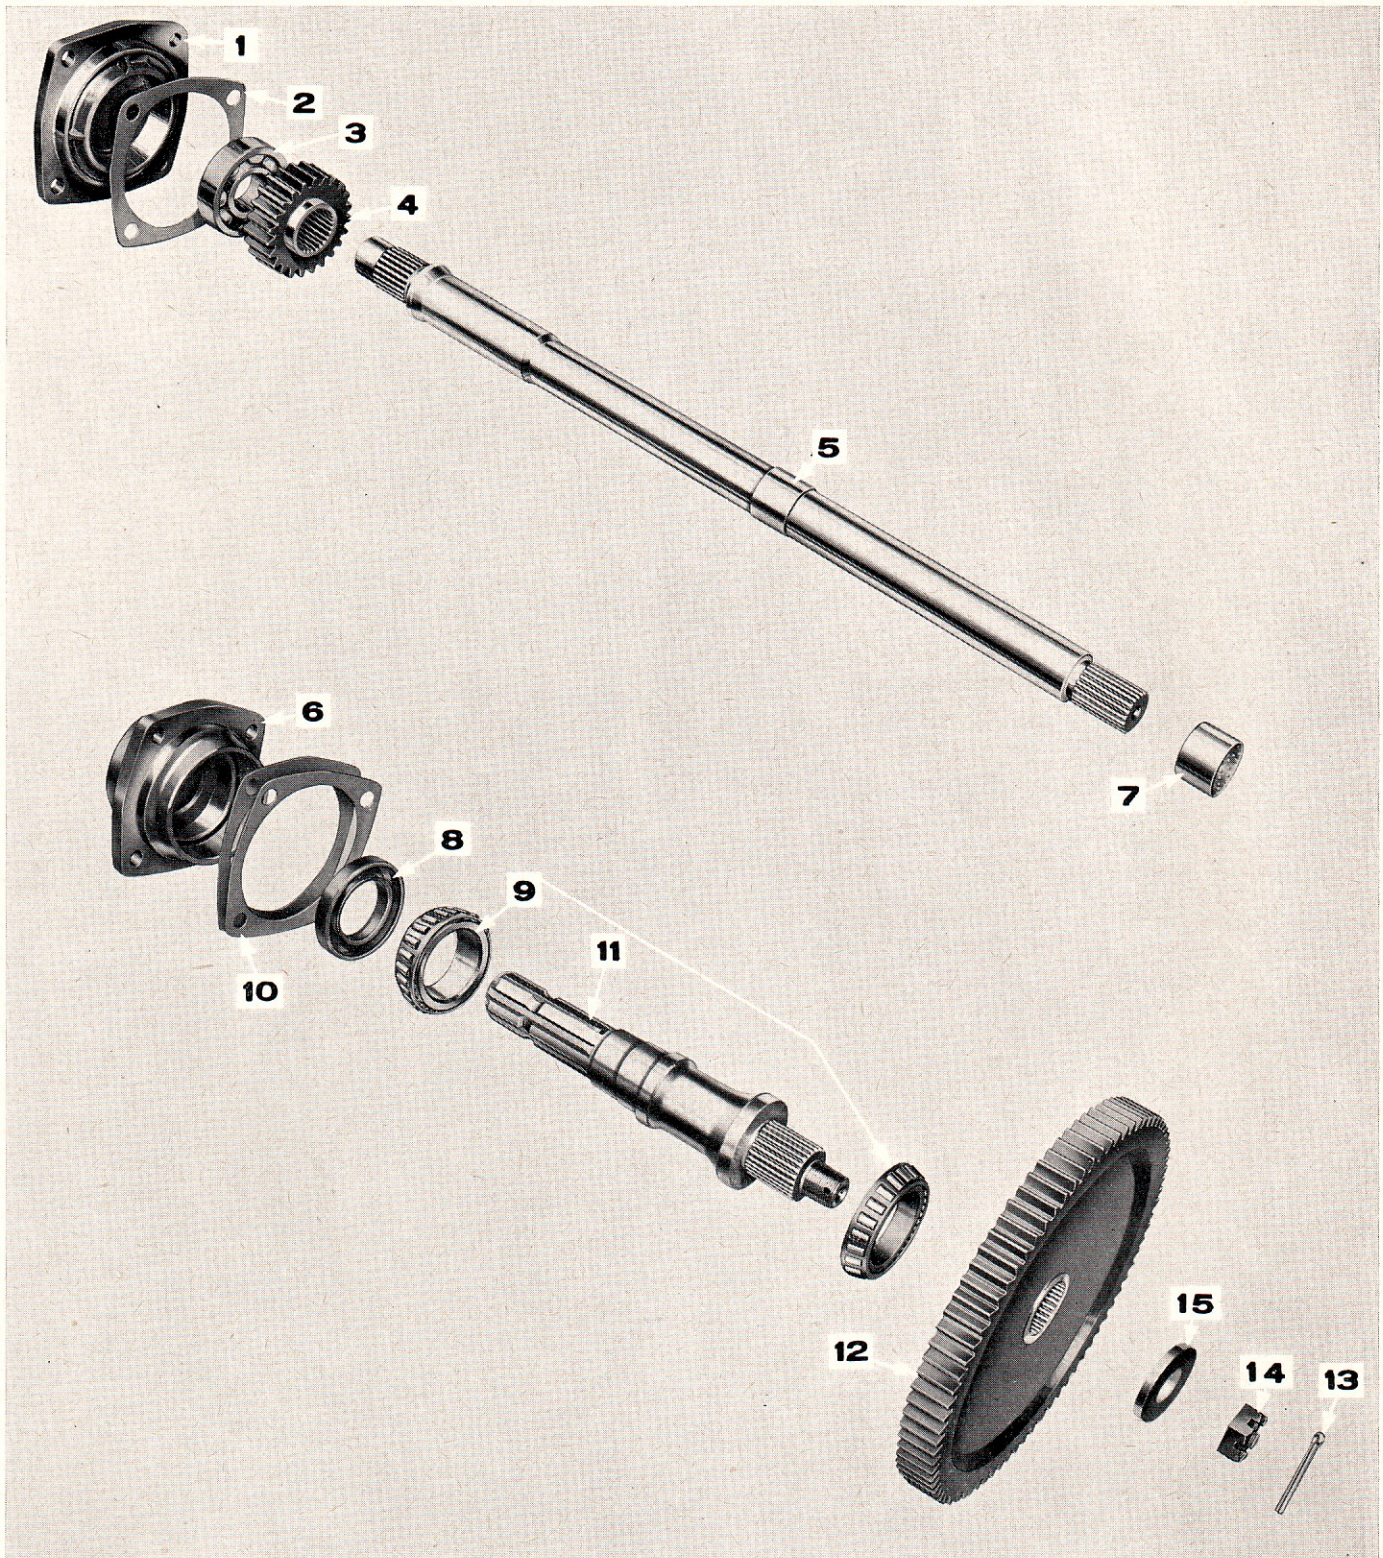

Figure 28: Arbre supérieur arrière et arbre de sortie
7. Extraire les quatre boulons assemblant le couvercle de roulement de l'arbre de sortie, et déposer d'un bloc le couvercle et l'arbre avec les cales d'épaisseur (Figure 28).